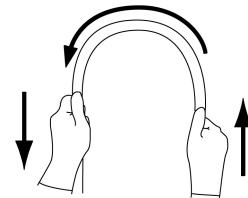

図1
- 挿入部を両手で持ち、全長にわたって図1に示すように順次半円の頂点をすらすらと曲げたときに、適切な軟らかさを有しておらず、軟らかさが不連続になっているなどの異常がないこと。